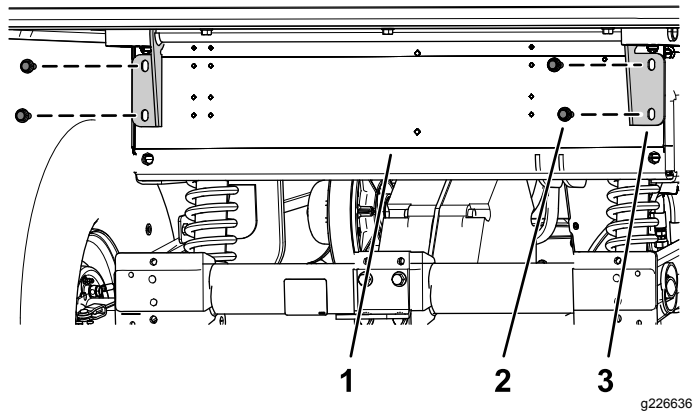

図 5
7. 荷台のヒンジブラケットを車体の後フレームチャンネル部材に固定しているフランジヘッドボルト4本 $\frac{3}{8}$ x 1 インチを外す図 5。
- 荷台のヒンジブラケットを車体の後フレームチャネル部材に固定しているフランジヘッドボルト4本 $\frac{3}{8}$ x 1 インチを外す 図 5。